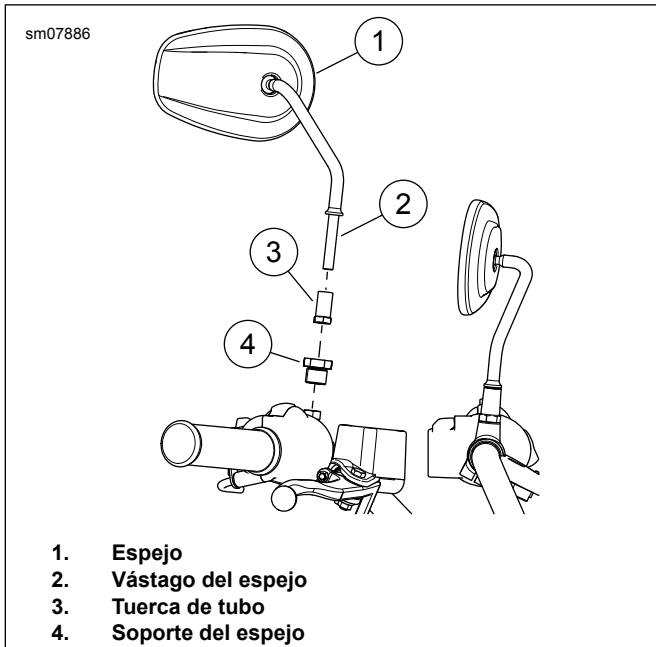

Figura 3. Espejo
1. Consulte la Figura 3. Extraer el espejo.
- a. Quite la tuerca de tubo (3).
- b. Quite el espejo (1).
- c. Quite el soporte del espejo (4).
- a. Instale el soporte del espejo (4). Apretar.